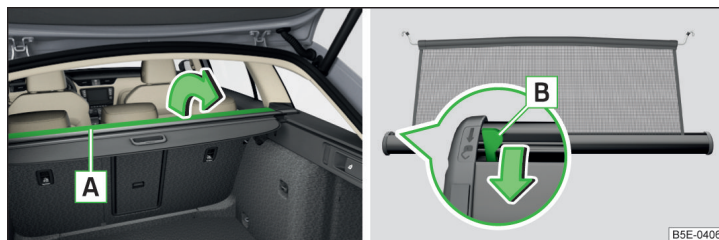

Fig. 129 Rabatarea unei părți a capacului rulant al portbagajului / pârghia de deblocare
- Desfaceți partea **A** a măștii rulabile a portbagajului în sensul săgeții » **fig. 129**.
- Rabatați la loc partea **A** a măștii rulabile a portbagajului în sens opus săgeții » **fig. 129**.
Dacă peretele despărțitor din plasă se blochează la scoatere, apăsați pârghia de deblocare **B** în sensul săgeții » **fig. 129**.